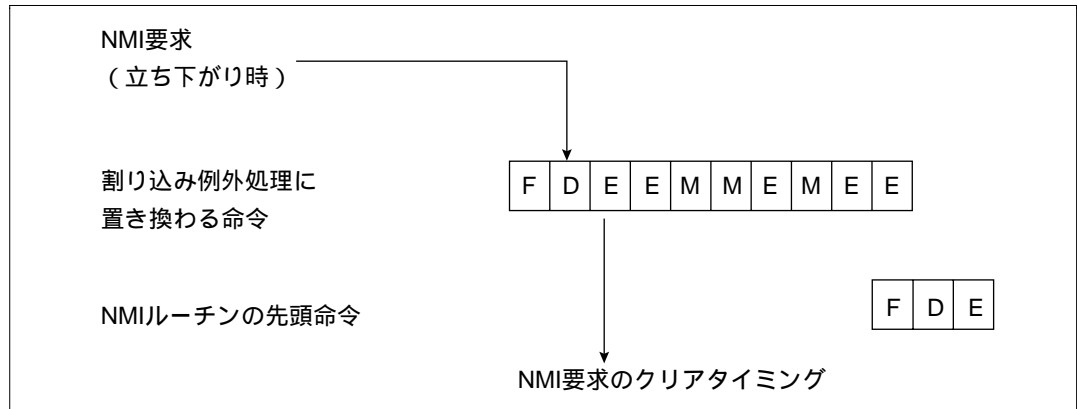

図 5.9 NMI 要求クリアタイミング
2. NMI要求がクリアされるタイミングは図 5.9 の様に、割り込み例外処理に置き換わる命令のデコードステージの次のステートです。